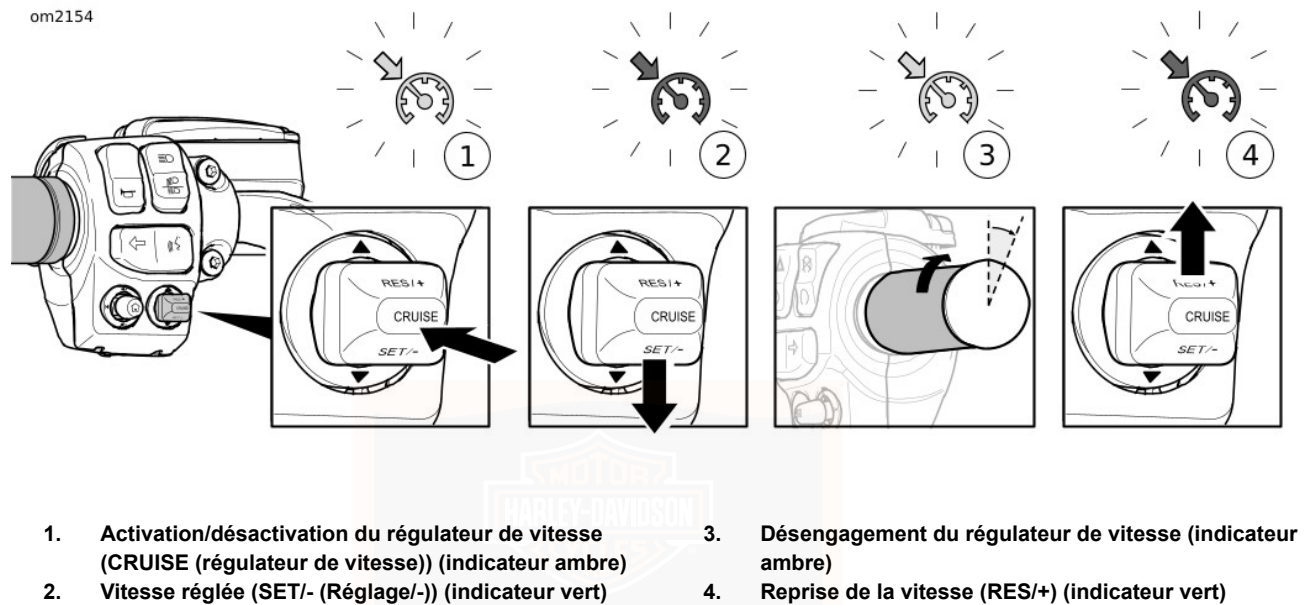

Figure 15. Régulateur de vitesse (classique)
Voir Figure 15. Appuyer sur le commutateur CRUISE (régulateur de vitesse) pour activer le régulateur de vitesse
Voir Figure 15. Lorsque la motocyclette atteint la vitesse souhaitée, appuyer sur le côté bas du commutateur SET/-(réglage/-) pour régler la vitesse constante réglée (2). L'icône de régulateur de couleur orange devient verte.
Voir Figure 15. Pour quitter la vitesse constante réglée, fermer la commande des gaz à l'aide du commutateur de désengagement (3).
Voir Figure 15. Si le régulateur a été désengagé alors que le témoin de régulateur de vitesse est de couleur orange, un appui sur le côté haut du commutateur RES/+ (Reprise) permettra de reprendre la vitesse constante réglée (4). L'icône s'allume en vert. La moto reprend automatiquement la vitesse constante réglée.